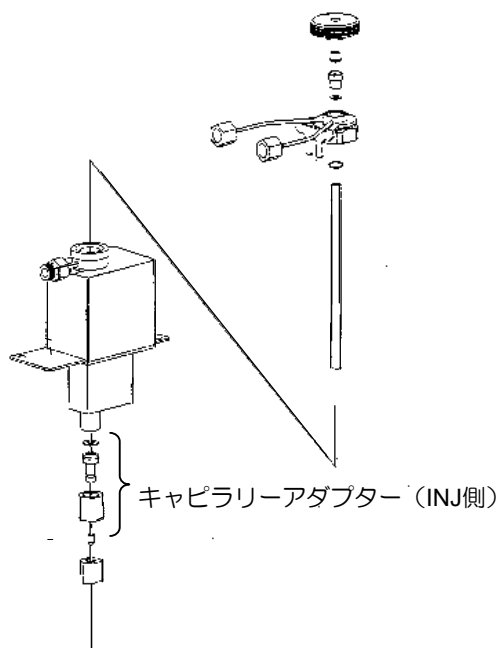

Fig. 3.11 島津製注入口の分解図
- ① GC 注入口のライナーと下図に示すキャピラリーアダプターを取り外します (Fig. 3.11 参照)。